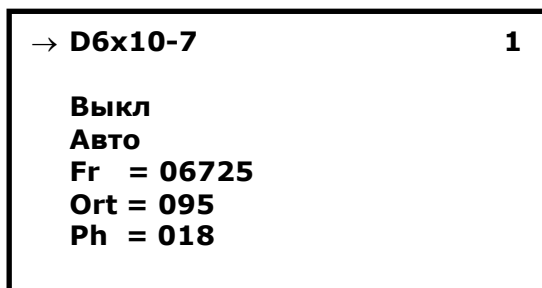

Рис. 29
- «**РЕДАКТОР**» - вход в режим работы с системными настройками датчиков. При нажатии кнопки [+], включается меню настройки датчиков (Рис. 29). В этом меню доступны следующие настройки: